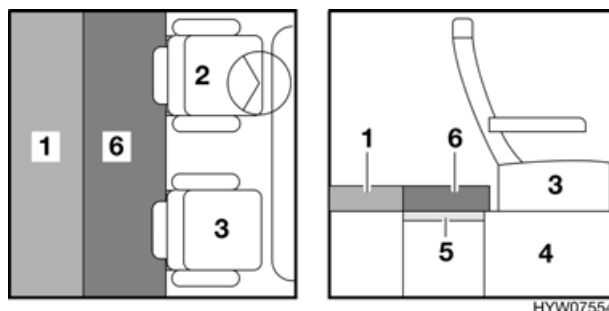

Fig. 42 Dopo la trasformazione
- Posizionare il cuscino aggiuntivo (Fig. 42,6) sulle basi d'appoggio (Fig. 42,5).